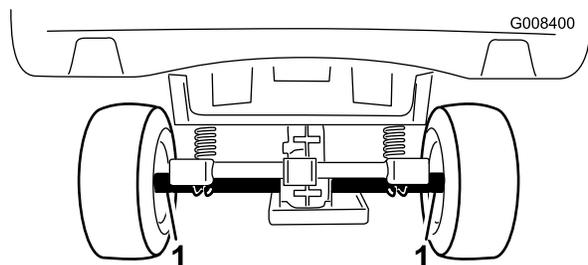
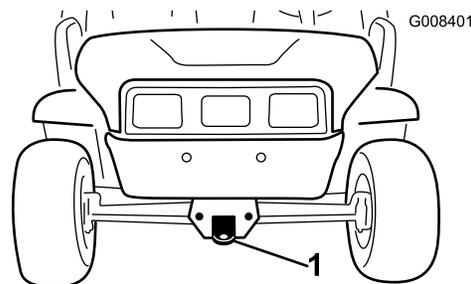

Figura 17
Figura 18
Em distâncias longas, transporte o veículo num atrelado. Verifique se o veículo se encontra bem preso ao atrelado. Consulte Figura 17 e Figura 18 para localizar os pontos de fixação do veículo.
2. Ate um cabo de reboque ao garfo, na parte dianteira do chassi (Figura 18).